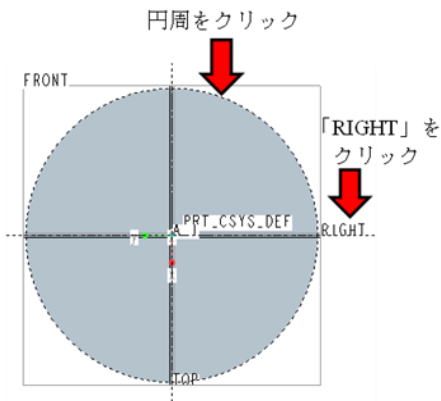

図 13-92 円周と RIGHT 基準面の指定
- ・「スケッチ」をクリックすると「参照」のウィンドウが開かれるので、図 13-92 のようにモデルの円周と RIGHT 基準面をクリックする。